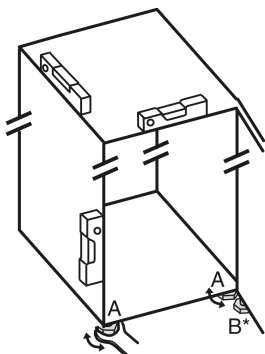

Fig. 27
- ▶ Skruva ut justeringsfötterna Fig. 27 (A) med bifogad skruvnyckel och ta hjälp av ett vattenpass så att skåpet står stadigt och jämnt.
- ▶ Skruva ut lagerbockens justeringsfot Fig. 27 (B) med bifogad skruvnyckel tills den står på golvet.
- ▶ Vrid justeringsfoten Fig. 27 (B) ytterligare 90°.